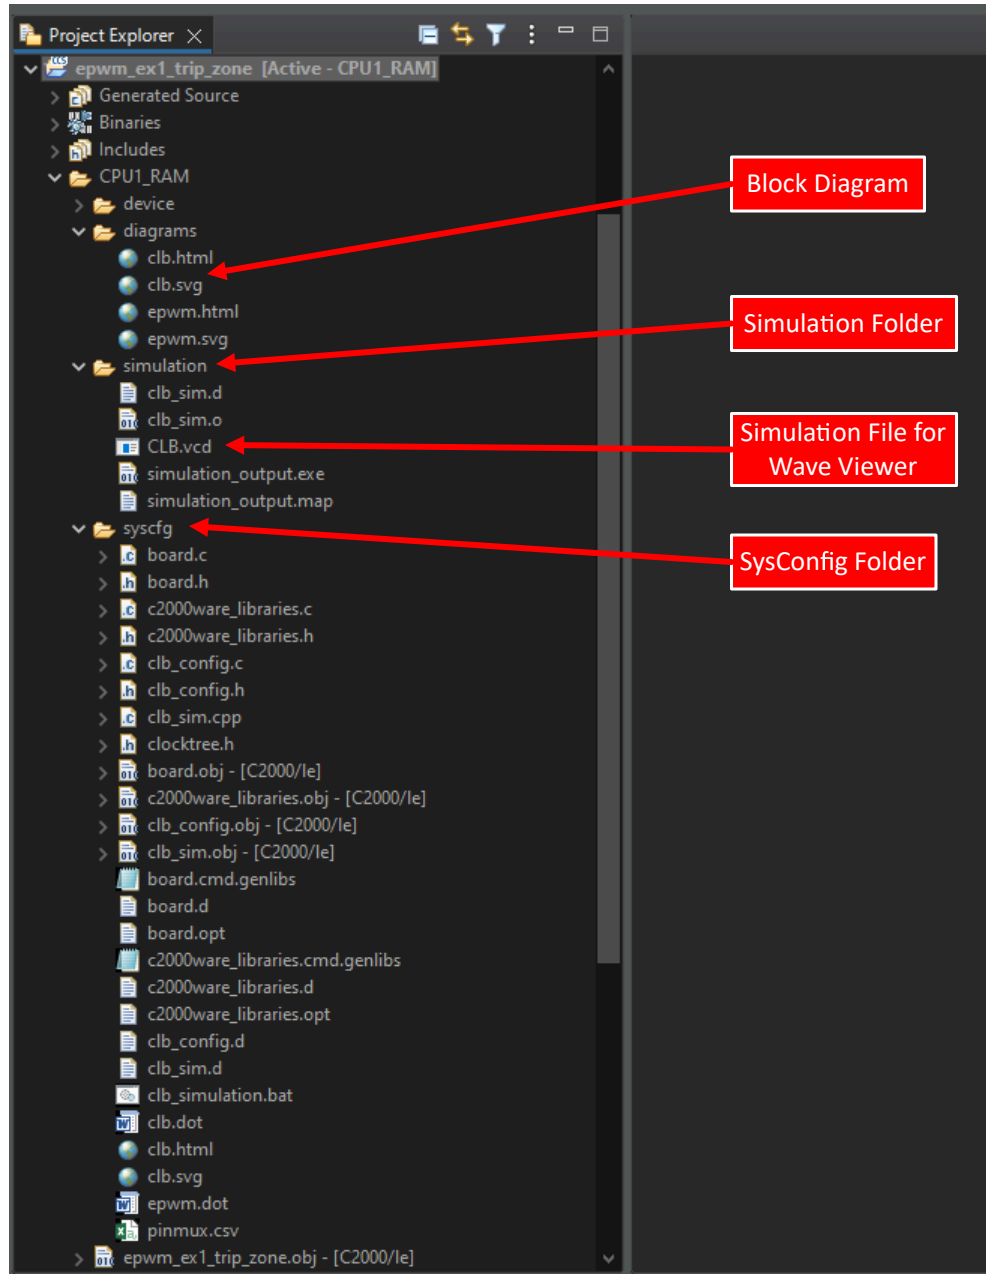

图 5-5. 具有 CLB 工具支持的 epwm_ex1_trip_zone
8. 构建工程后，CLB 工具生成的内容将显示在构建配置目录中。图 5-5 显示了在 epwm_ex1_trip_zone driverlib 示例中添加 CLB 支持后显示的示例内容。